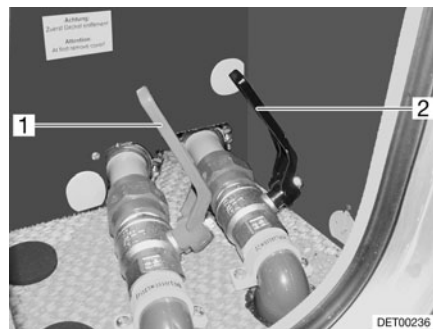

Fig. 195 Llave de desagüe en el doble fondo
La llave de desagüe (Fig. 195,1) está integrada en el doble fondo. La llave de desagüe está identificada con el rótulo "Wasser" (Agua).
- Abrir la llave de desagüe (Fig. 195,1). Se vacía el agua.